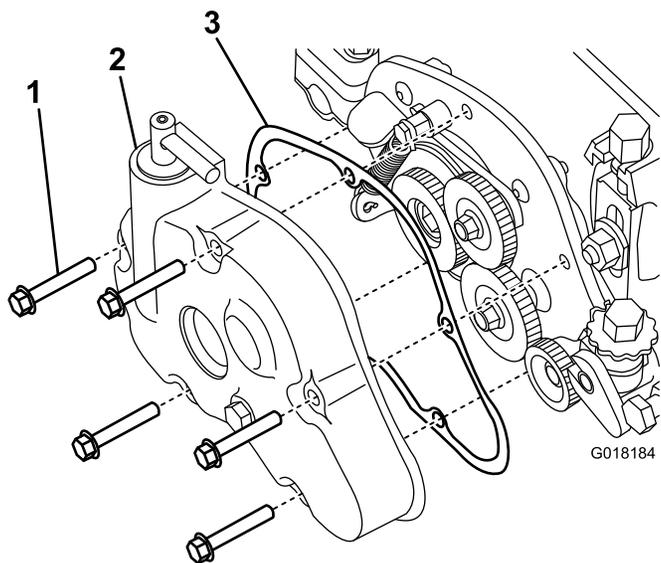

Figure 15
13. Versez environ 0,15 l d'huile Mobil XHP-221 ou d'une huile équivalente dans le couvercle du boîtier d'engrenages et fixez-le au carter du groomer, en insérant le joint entre les deux, à l'aide de 5 boulons (Figure 15).